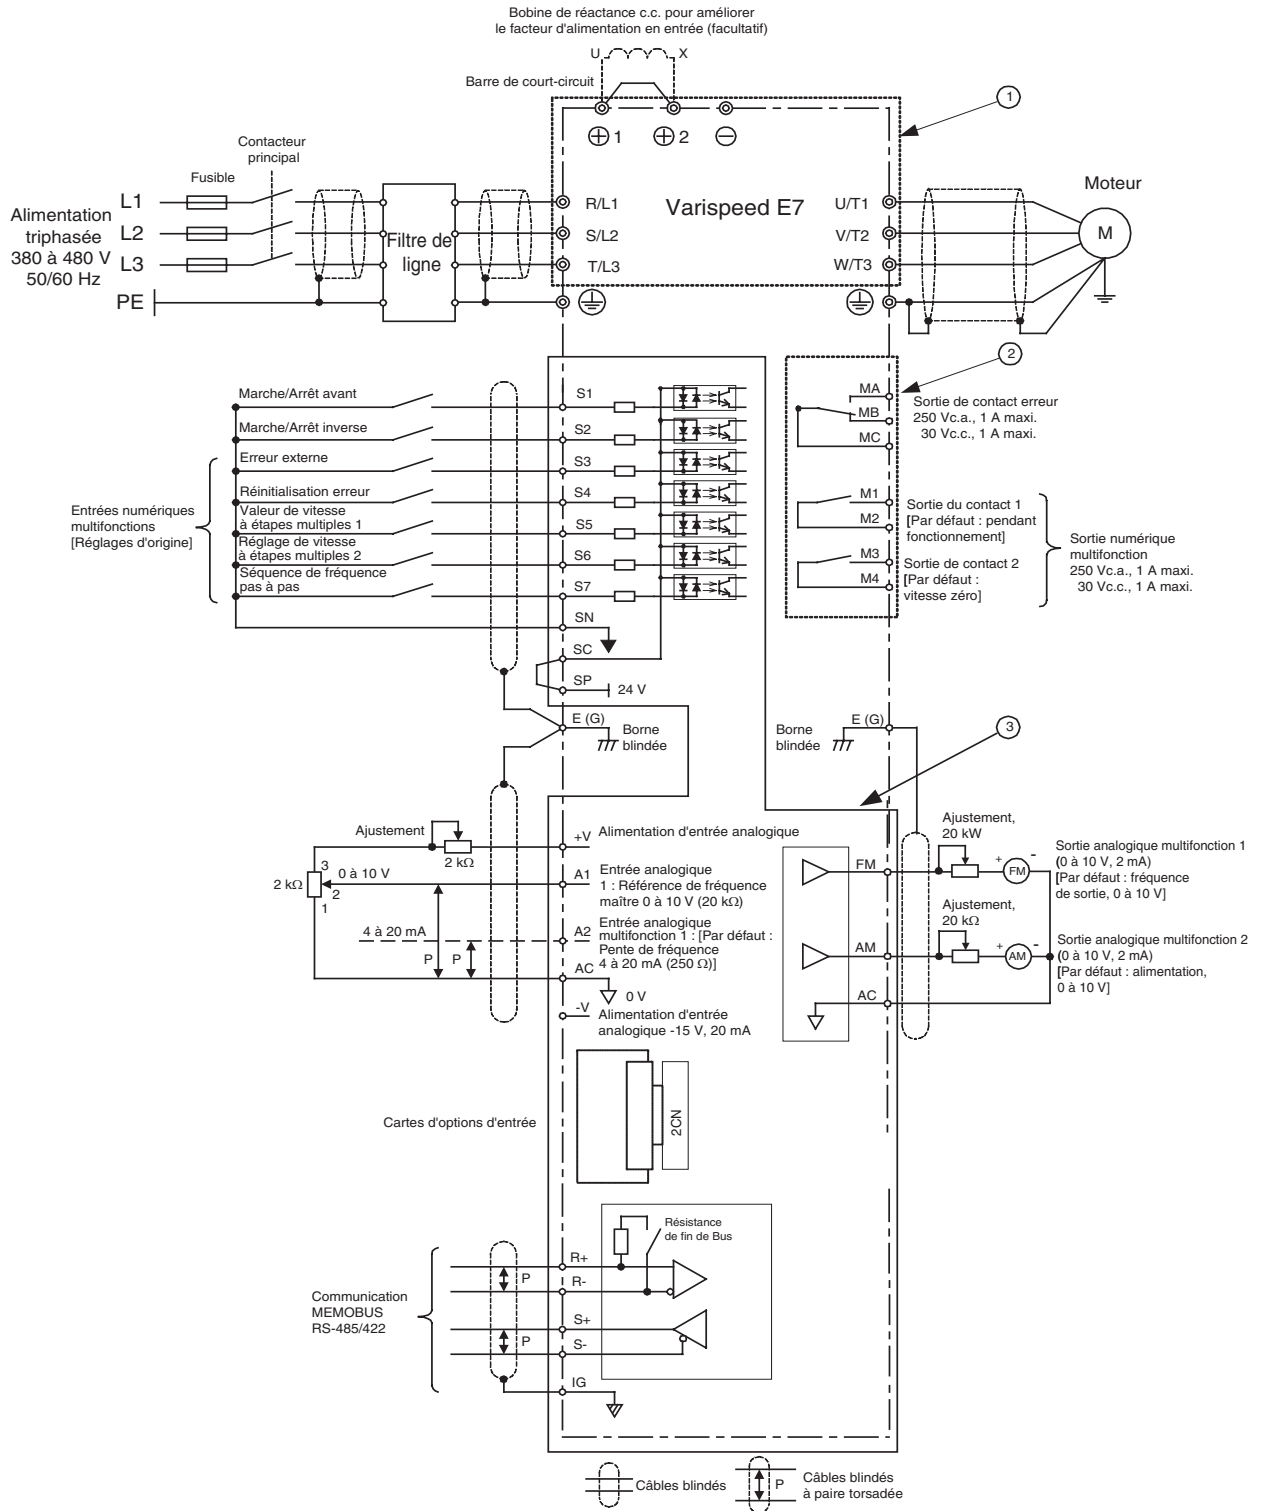

Fig. 4 Schéma de câblage
- Dans la Fig. 4, le câblage des entrées numériques S1 à S7 et BB est illustré pour le raccordement des contacts ou des transistors NPN (0 V commun et mode NPN). Il correspond au réglage par défaut. Se reporter au Tableau 3 pour les raccordements des transistors PNP ou en cas d'utilisation d'une alimentation externe de 24 V.